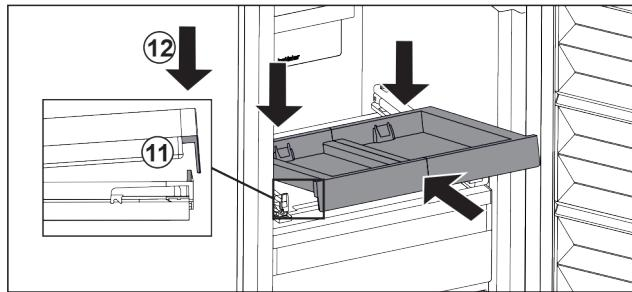

Fig. 108
- ▶ Zasuňte ju šikmo. Dbajte na to, aby sa na oboch stranách doraz nachádzal za sponou. Fig. 108 (11)
- ▶ Zložte vyťahovaciu poličku vpred. Fig. 108 (12)